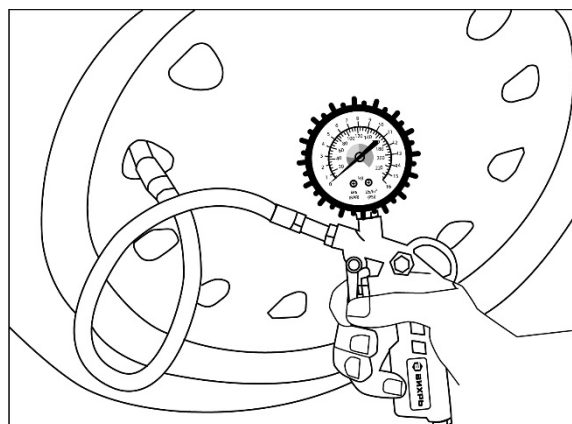

Рис. 5.
2. При накачивании автомобильных и большинства велосипедных шин к шлангу пистолета не требуется подсоединять никаких дополнительных переходных устройств. Нажмите на язычок **A** и подсоедините шланг непосредственно к шине, надев штуцер на ниппель (рис. 5) и отпустив язычок.